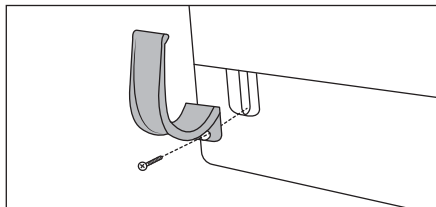

Fig. 1
- ◆ Skru slangeholderen **15** på produktet (se fig. 1).